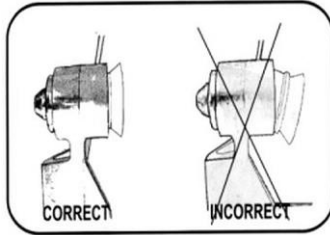

Rys. 33
4. Gdy uszczelka zbiornika znajdzie się we właściwej pozycji, kciukami naciskać dolną część, a następnie stopniowo górną część w dół (wykonać okrąg palcami), aż zostanie prawidłowo osadzona na swoim miejscu. (Rys. 33, 34)